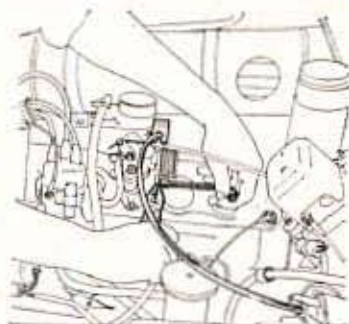

Fig. 61. — Serrage du câble de liaison après mise en place de la cale
- Placer la cale de réglage entre l'arrêt de gaine et le carporteur avant de serrer le câble sur le levier du volet accélérateur (fig. 61).